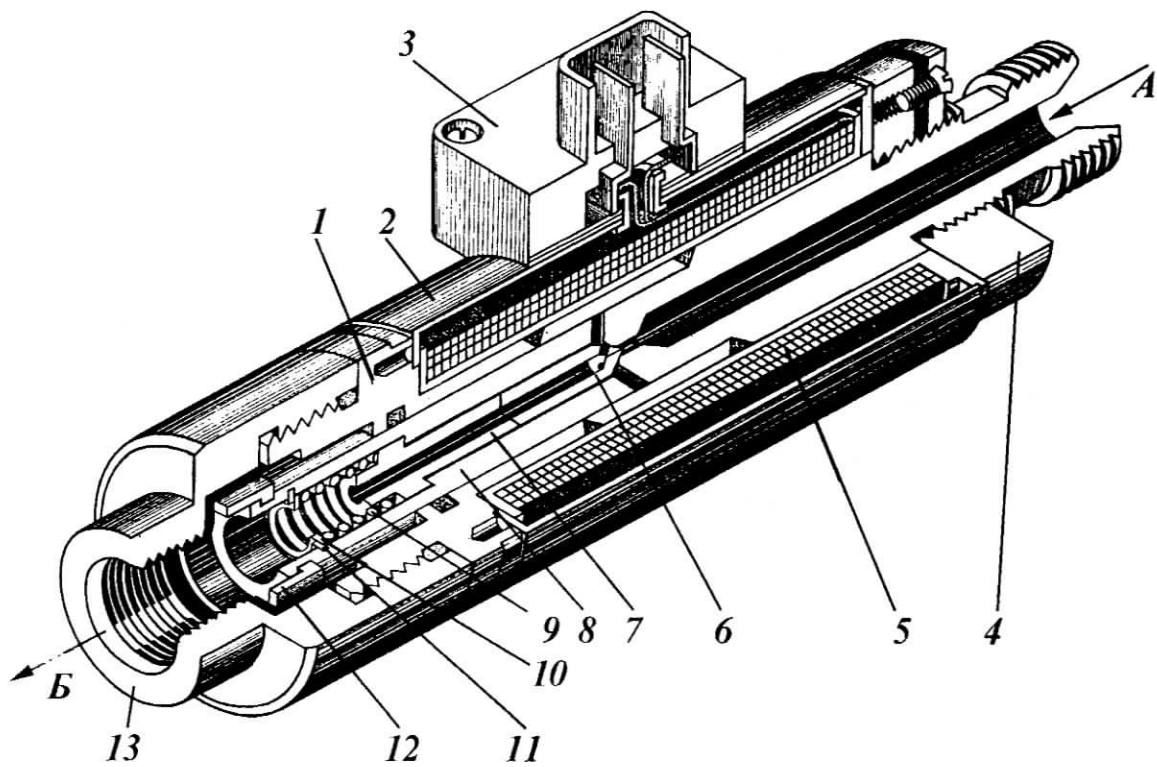

Рис.97 - Гидроклапан с электромагнитным управлением КЭ1,6-2,5-16-01
3.5.1.4 Гидроклапан с электромагнитным управлением. Для перекрытия канала управления при работе гидрораспределителей в основной гидросистеме установлен гидроклапан с электромагнитным управлением (рис.97), который включается в работу синхронно при включении любой из секций электрораспределителя. В холостом режиме работы основной гидросистемы масло из канала управления напорного гидроклапана, поступающее в гидроклапан с электромагнитным управлением со стороны "Вход", перемещает влево якорь и открывает через отверстия А и Б свободный проход в слив.